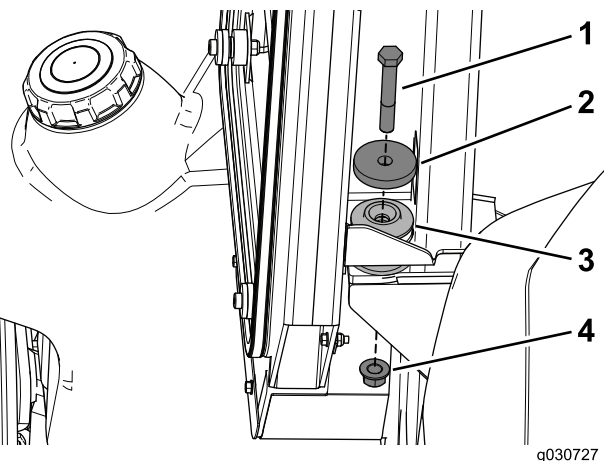

Рисунок 24
3. Присоедините кабину к задним креплениям на машине, используя болт (1/2 x 3-1/4 дюйма), шайбу диаметром 2-1/4 дюйма и контргайку (Рисунок 24).